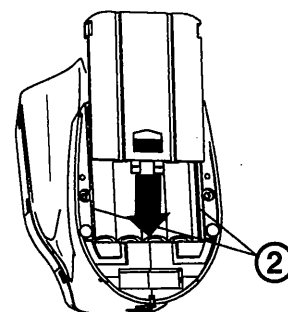

図2.1.2
『手順4』 図2.1.2のように電池カバーを②の溝に合わせて、矢印の方向にスライドさせカバーをしっかりと付けます。